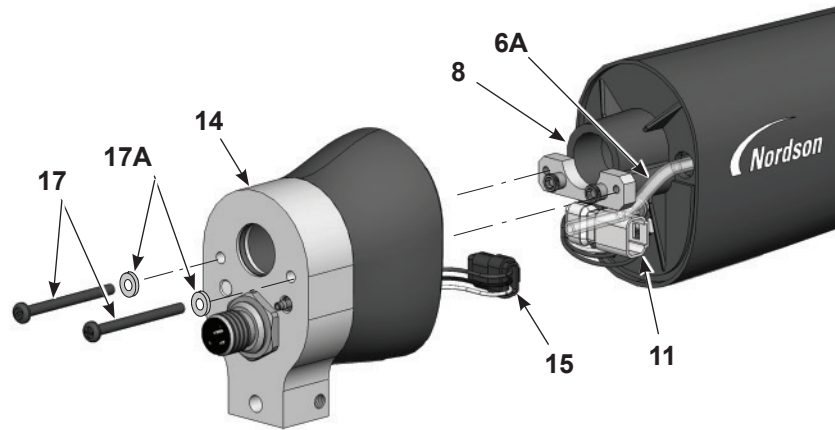
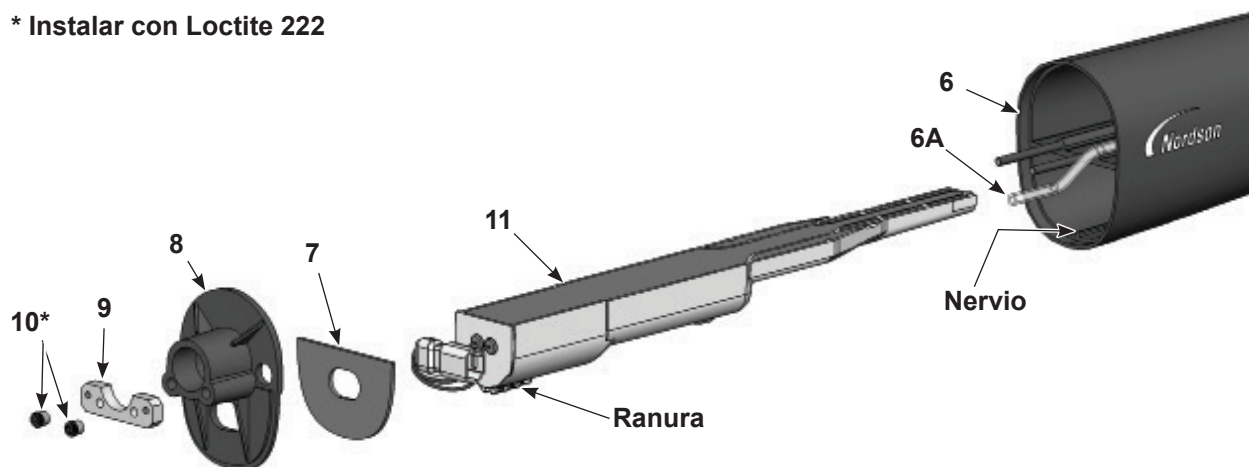

Figura 7-7 Desmontaje de una pistola de aplicación de montaje en barra 1 de 3
Figura 7-8 Desmontaje de una pistola de aplicación de montaje en barra 2 de 3
2. Ver la Figura 7-7. Extraer los dos tornillos de cabeza hueca (17) y las arandelas de bloqueo (17A) del cuerpo posterior del conjunto (14).
3. Extraer con cuidado el conjunto del cuerpo de la pistola posterior suficientemente lejos de la pared divisoria (8) para desconectar el cableado del suministro de tensión (11) del cableado del receptáculo (15), y el tubo del conjunto del filtro (10) del racor dentado que está dentro del cuerpo posterior.
4. Ver la Figura 7-8. Con una llave macho hexagonal de 1/8 pulg., extraer las dos tuercas Allen (10) y la placa de tornillos (9) de la pared divisoria (8). Posteriormente extraer la pared divisoria del cuerpo de la pistola de aplicación (6), introduciendo el cableado del suministro de tensión a través de la pared divisoria.
5. Deslizar el suministro de tensión (11) fuera del cuerpo de la pistola de aplicación.
7. La junta obturadora (7) está pegada a la pared divisoria mediante un adhesivo sensible a la presión. Si la junta obturadora está dañada, sustituirla por una nueva.
1. Ver la Figura 7-8. Instalar el suministro de tensión (11) en el cuerpo de la pistola (6), asegurando que el nervio del cuerpo de la pistola se ajuste a la ranura en el suministro de tensión. Fijar el suministro de tensión en el cuerpo de la pistola.
2. Introducir el cableado del suministro de tensión a través de la pared divisoria, posteriormente instalar la pared divisoria (8) y la placa de tornillos (9) encima de los pernos del cuerpo de la pistola. Aplicar Loctite 222 a las tuercas Allen (10), posteriormente instalar las tuercas en los pernos y apretarlos a 0,45 N•m (64 pulg.-onzas) con una llave macho hexagonal de 1/8 pulg.
3. Ver la Figura 7-7. Conectar el cableado del receptáculo (15) al cableado del suministro de tensión (11). Enrollar los conectores del cableado (11, 15) en el conjunto del cuerpo posterior en las posiciones mostradas.
4. Conectar el tubo del filtro transparente (6A) al racor dentado de la parte interior del cuerpo posterior (14). Introducir cualquier tubo de aire transparente extra que haya en el cuerpo de la pistola, y posteriormente instalar el cuerpo posterior en la pared divisoria con los tornillos (17) y las arandelas de bloqueo (17A).